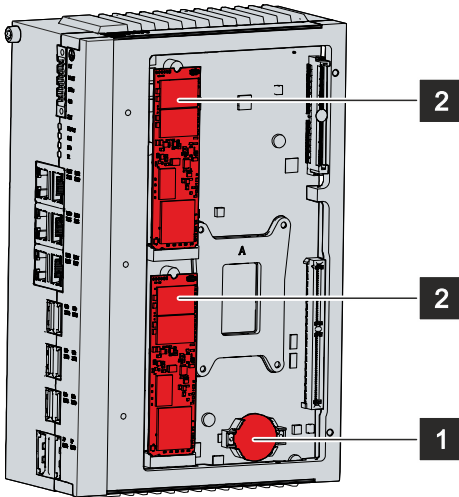

Abb. 20: Batterie und Speichermedien
Sie haben nun Zugriff auf Batterie (1) und Speichermedium (2) (siehe Abb. 20).